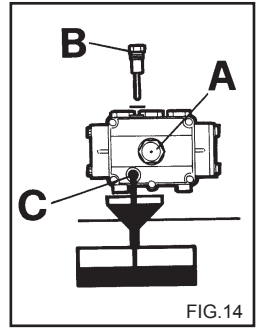

FIG.14
2) Den Deckel mit dem Kontrollstab (Fig.14) aufdrehen.